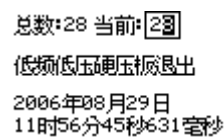

图 5-10 开入变位示例
④ 开入变位：包括所有开入变位及遥信信息。示例如图 5-10 所示界面。